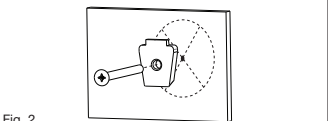

Fig. 2
8. Fije la abrazadera de montaje de la Barra de Apoyo a la pared con el tirafondo de cabeza hexagonal 1/4 x 2-1/2. **NO APIRIETE POR COMPLETO. (Fig. 2)**